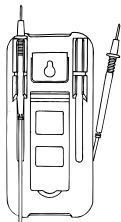

Рис. 6.1
1. фиксировать один из измерительных щупов при измерениях, когда отсутствует подставка для мультиметра (рис. 6.1);